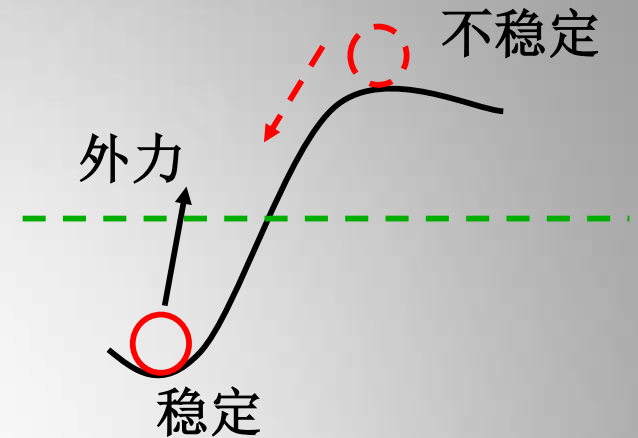

图j-1
- 电路结构如图J-1，积分电路可将矩形脉冲波转换为锯齿波或三角波，还可将锯齿波转换为抛物波。